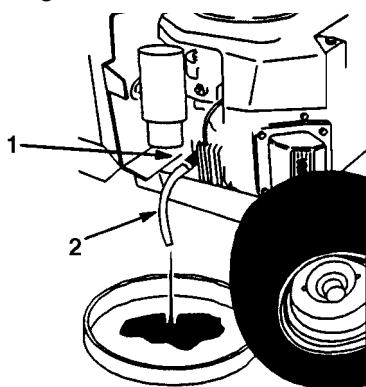

Fig. 21
5. Posate una bacinella sotto il tappo di spурго ed aprite il tappo girandolo in senso antiorario per $\frac{1}{8}$ di giro, quindi estraetelo (Fig. 21).